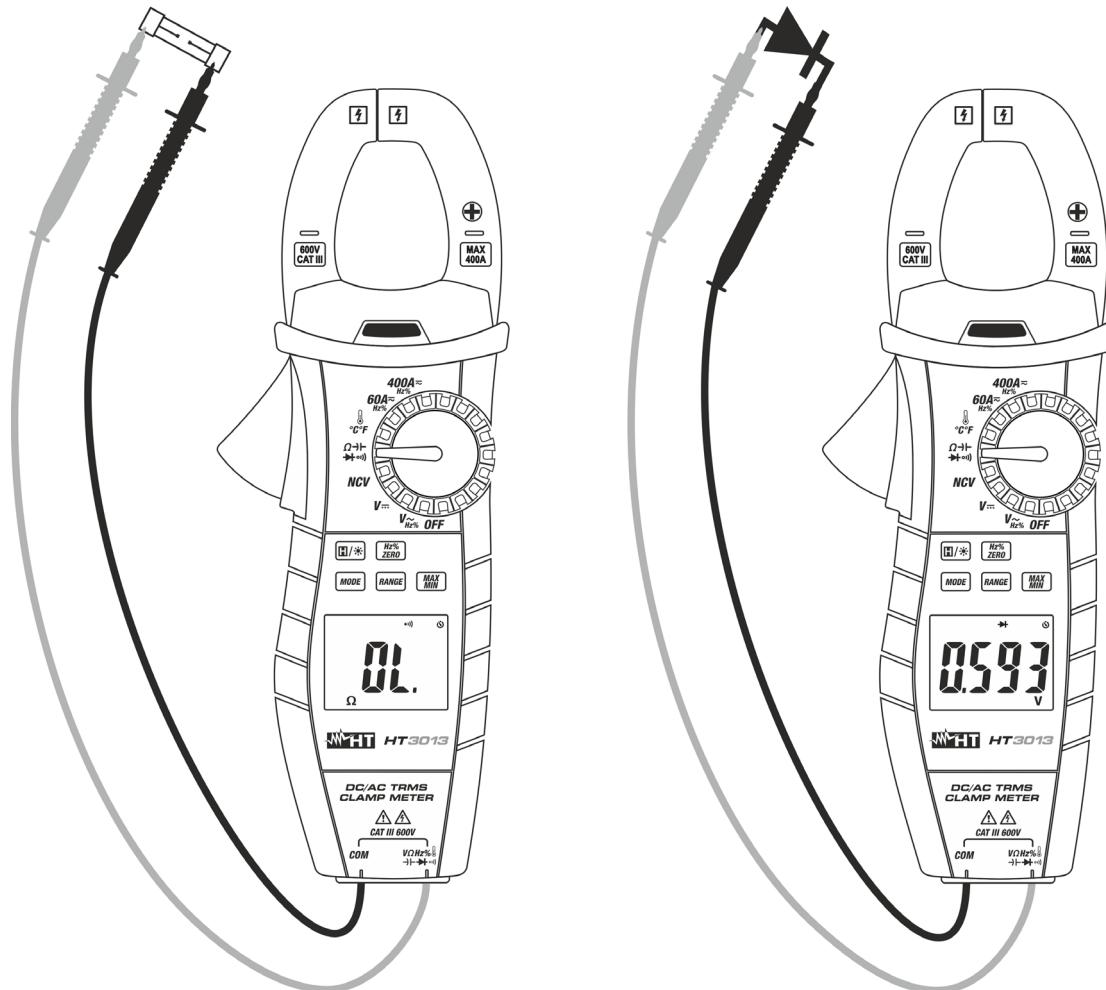

Abb. 8: Verwendung der Zange für Durchgangstest und Dioden-Test
3. Verbinden Sie die rote Messleitung mit der  $\square \Omega \text{Hz}\% \rightarrow \parallel \rightarrow \perp$  Eingangsbuchse, und die schwarze Messleitung mit der **COM** Eingangsbuchse und führen Sie den Durchgangstest des zu messenden Objekts durch (siehe Abb. 8 – linke Seite). Der Summer ertönt, wenn der Wert des gemessenen Widerstands niedriger als  $30\Omega$
5. Verbinden Sie die rote Messleitung mit der Anode und die schwarze Messleitung mit der Kathode der Diode bei der Messung von direkter Polarisierung (siehe Abb. 8 – rechte Seite). Bei der Messung von umgekehrter Polarisierung wechseln Sie die Messleitungen aus.